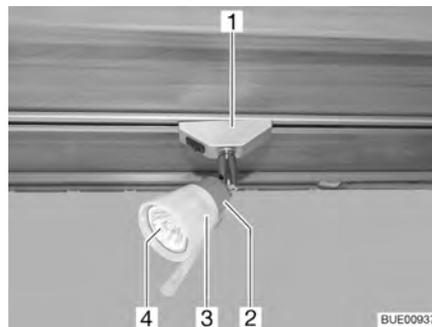

Fig. 210 Spot halogène (coulissant)
- Faire pivoter le spot halogène (Fig. 210,1) de 90° et le sortir du rail.
- Tourner l'abat-jour (Fig. 210,3) dans le sens inverse des aiguilles d'une montre.
- Extraire avec précaution l'abat-jour avec l'ampoule halogène (Fig. 210,4) de la douille (Fig. 210,2).